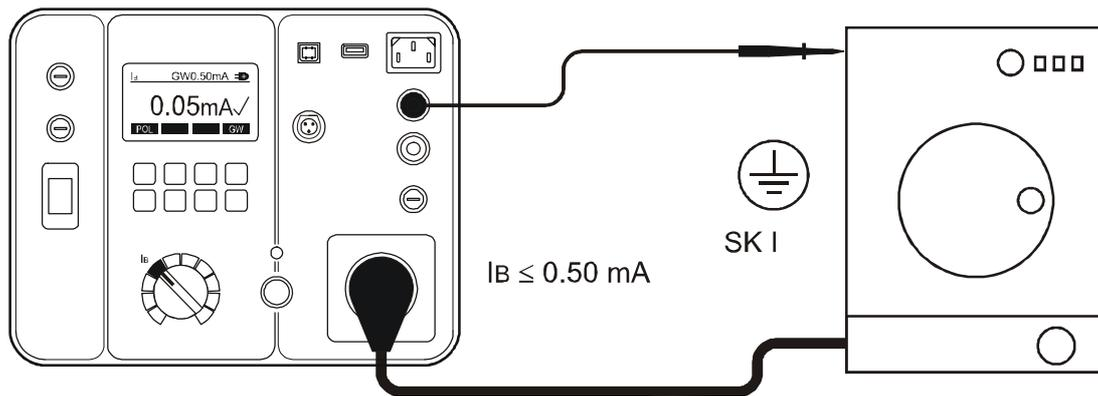

Abb. 18: Anschluss für die Berührungstrommessung bei einem Prüfling der Schutzklasse I
- Verbinden Sie den Prüfling und die Messleitung entsprechend der Abbildung 18 oder 19.